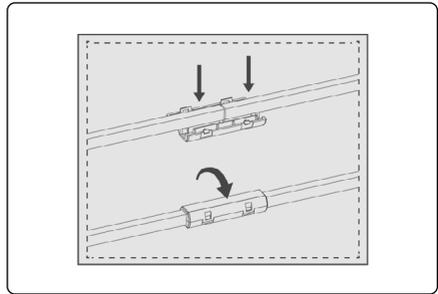

Рис. 21
5. Если магнитная полоса не установлена, установите физическую границу, не покрытую травой, шириной 5 см. (Рис. 21)